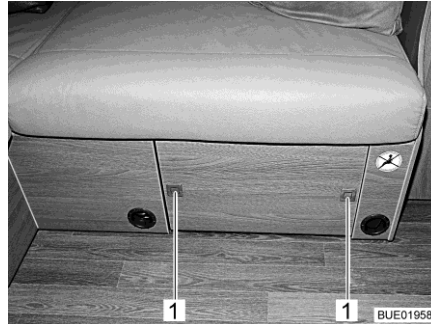

Fig. 127 Mesa de centro guardada
- Pulsar los botones de presión (Fig. 127,1) en el panel de la caja de asiento. Los botones de presión saltarán hacia fuera.
- Hundir los botones de presión (Fig. 127,1) hasta que engatillen.